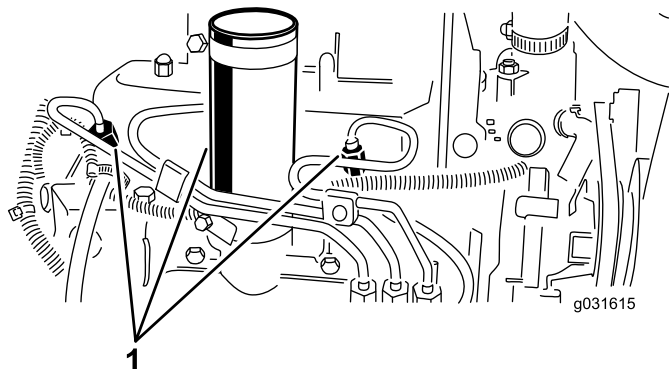

Рисунок 54
1. Ослабьте соединение трубки к соплу № 1 и держателю в сборе (Рисунок 54).